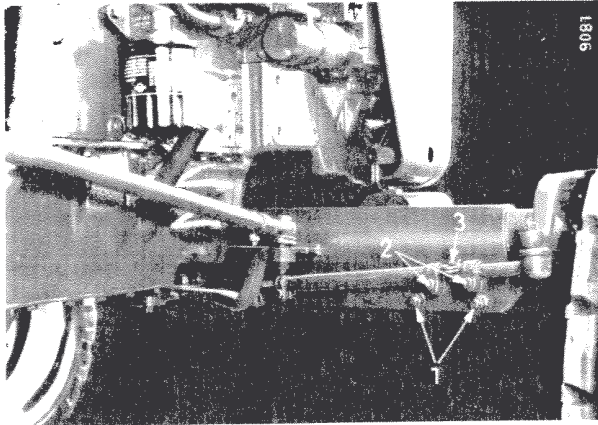

Fig. 16
L'écartement des roues avant peut varier suivant les dimensions indiquées dans le tableau ci-dessous grâce aux coulissements des extensions. Ces dernières sont pourvues chacune de trois encoches et leur fixation est assurée au moyen des boulons. (1, Fig. 16).
Soulevez l'avant-train du tracteur. Démontez les boulons (1, Fig. 16) et retirez l'attache-rapide (3). Desserrez les boulons des colliers (2) situés sur la barre d'accouplement.
Remontez l'attache rapide (3, Fig. 16), après avoir réglé les barres d'accouplement en fonction de la nouvelle largeur. Serrez les colliers (2, Fig. 16).